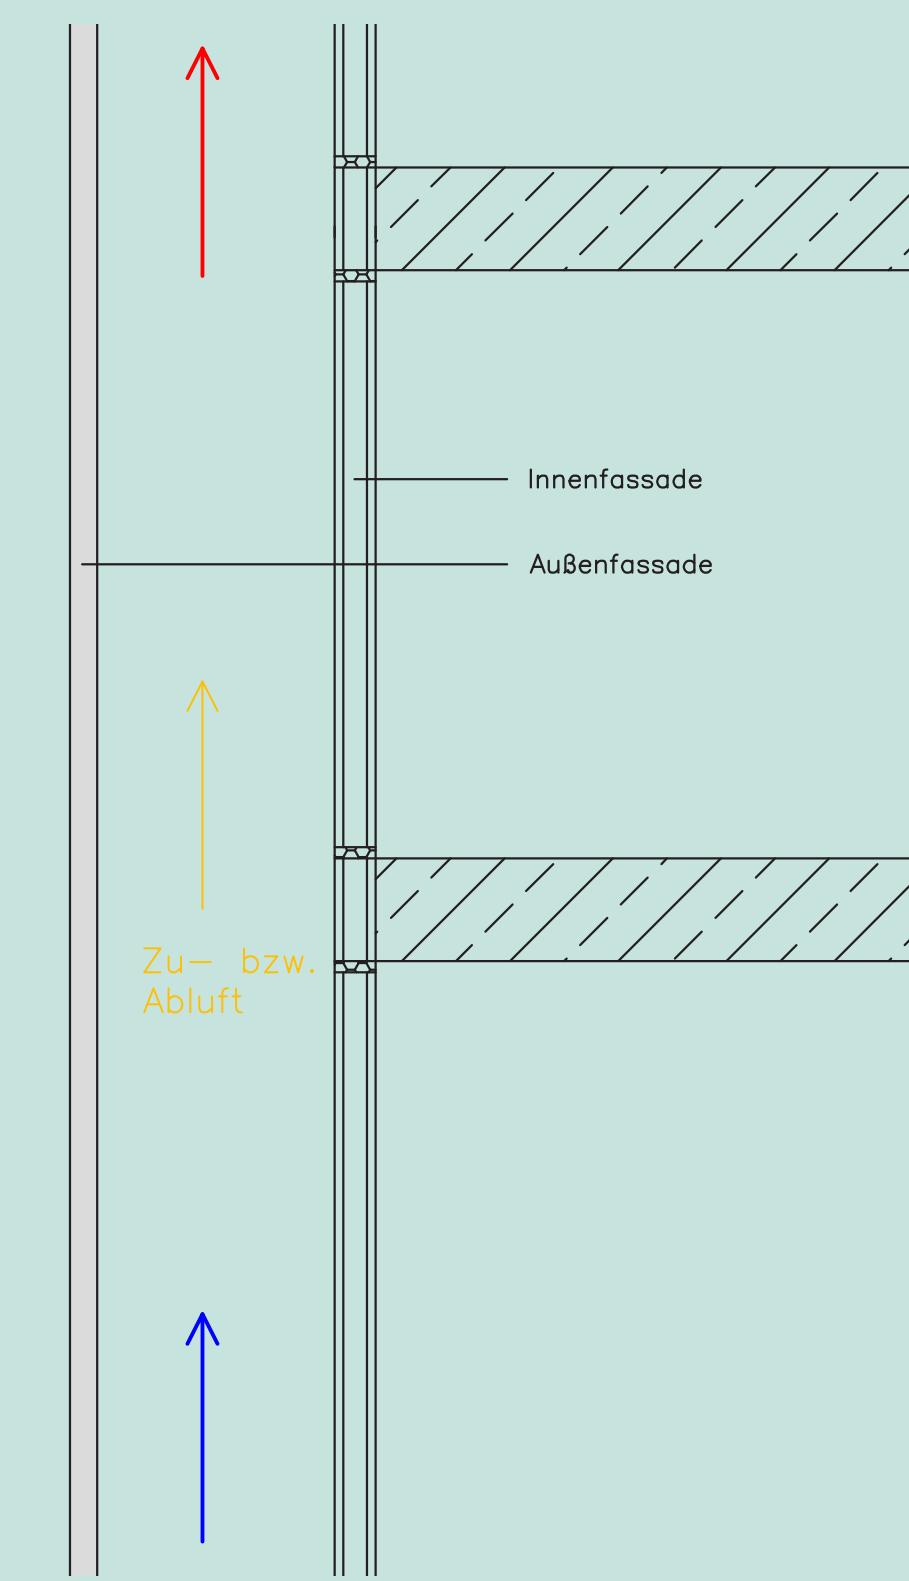

Abb. 15 - Funktionsskizze einer Zweite-Haut-Fassade
- 4) **Zweite-Haut-Fassaden** (Abb. 15, 16)